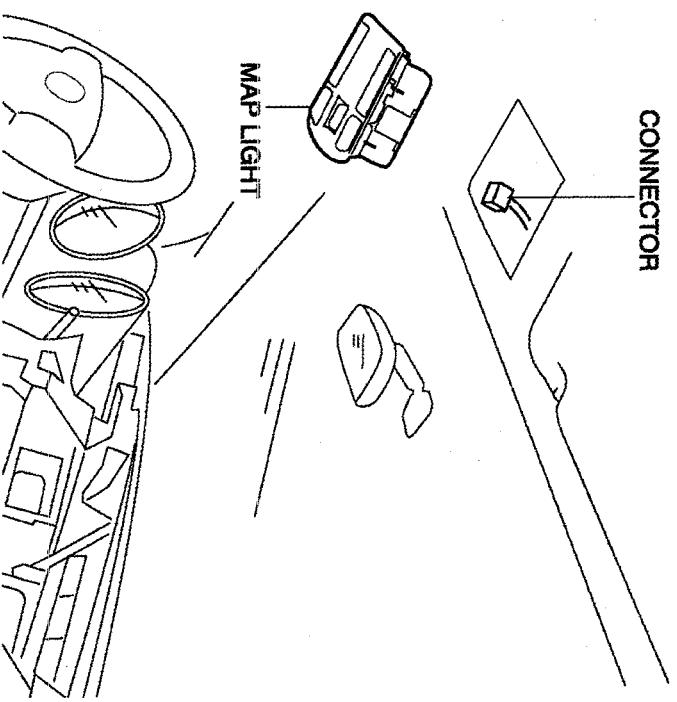

FIGURE 29
- 3.) DISCONNECT THE MAP LIGHT CONNECTOR. (SEE FIGURE 29)